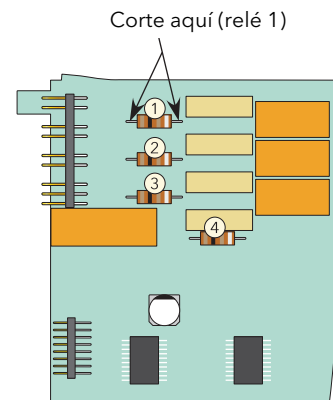

Figura 2.3.14e
4. Una vez desmontada la placa y colocada en un lugar seguro, deben cortarse los cables de la resistencia correspondiente usando unos alicates apropiados o similar. La figura 2.3.14e muestra la ubicación de las resistencias correspondientes numeradas en función de su relé asociado. Los circuitos amortiguadores también se identifican en la placa del circuito.